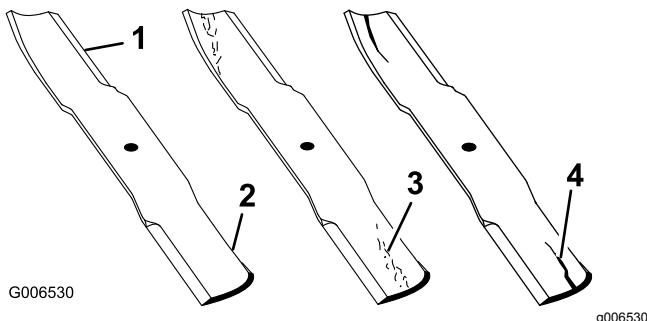

Bild 49
1. Untersuchen Sie die Schnittkanten (Bild 49).
2. Prüfen Sie die Schnittmesser, insbesondere den gebogenen Bereich (Bild 49).
**Hinweis:** Montieren Sie, wenn Sie Schäden, Verschleiß oder Rillenbildung in diesem Bereich feststellen (Bild 49), sofort ein neues Schnittmesser.